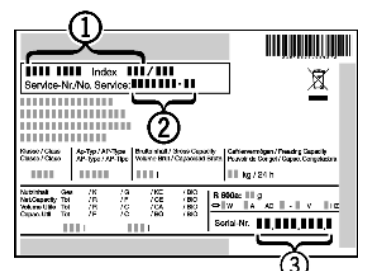

Fig. 13
- ▶ Наименование устройства, Fig. 13 (1), сервисный № Fig. 13 (2) и серийный № Fig. 13 (3) считайте с заводской таблички. Заводская табличка находится внутри устройства слева.
- ▶ Обратитесь в сервисную службу и сообщите вид неисправности, наименование устройства, Fig. 13 (1), сервисный № Fig. 13 (2) и серийный № Fig. 13 (3).